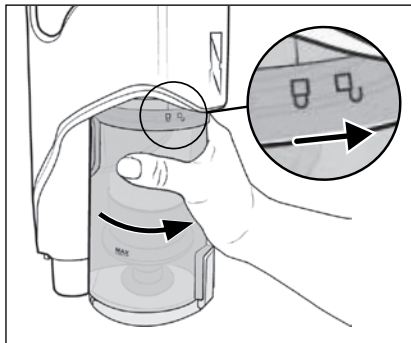

Fig. 28
- 8) Sæt smudsbeholderen **7** ind i produktet igen, og drej den i retning af symbolet **⏏** (luk), indtil den sidder fast i produktet (se fig. 28).